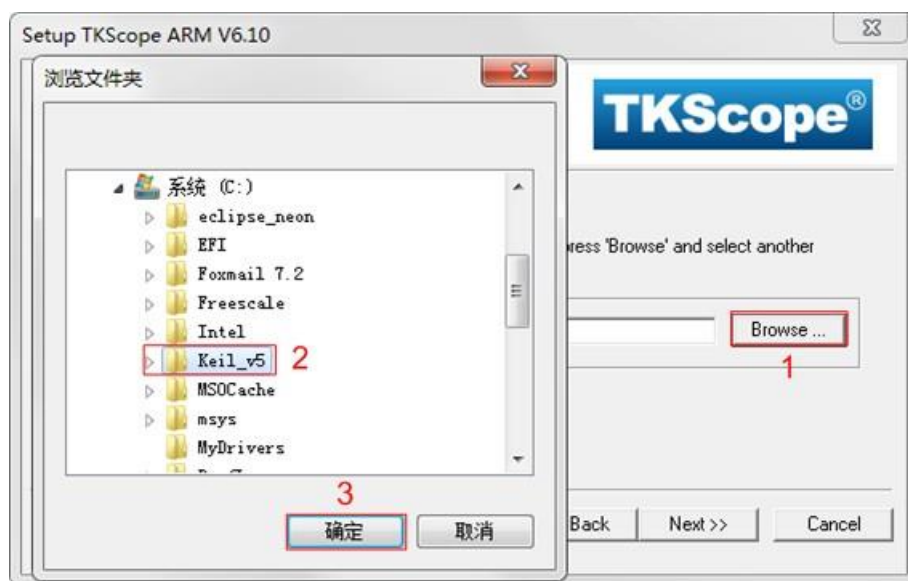

图 2.36 选择安装路径
(2) 勾选 **【I agree to ...】**，然后点击 **【Next】**，如图 2.36 所示。